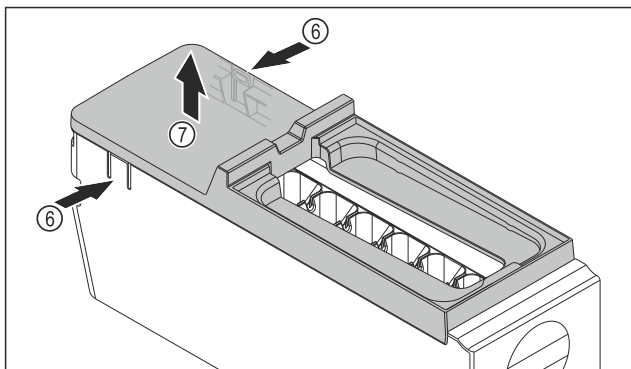

Fig. 145
- Abdeckung des EasyTwist-Ice-Korpus entnehmen: Laschen Fig. 145 (6) an den beiden Seiten des EasyTwist-Ice-Korpus mit einer Hand drücken.
- Abdeckung Fig. 145 (7) mit der anderen Hand nach oben entnehmen.